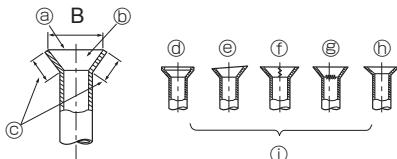

Fig. 5-7
5.2.5. Ελέγχετε τα παρακάτω (Fig. 5-7)